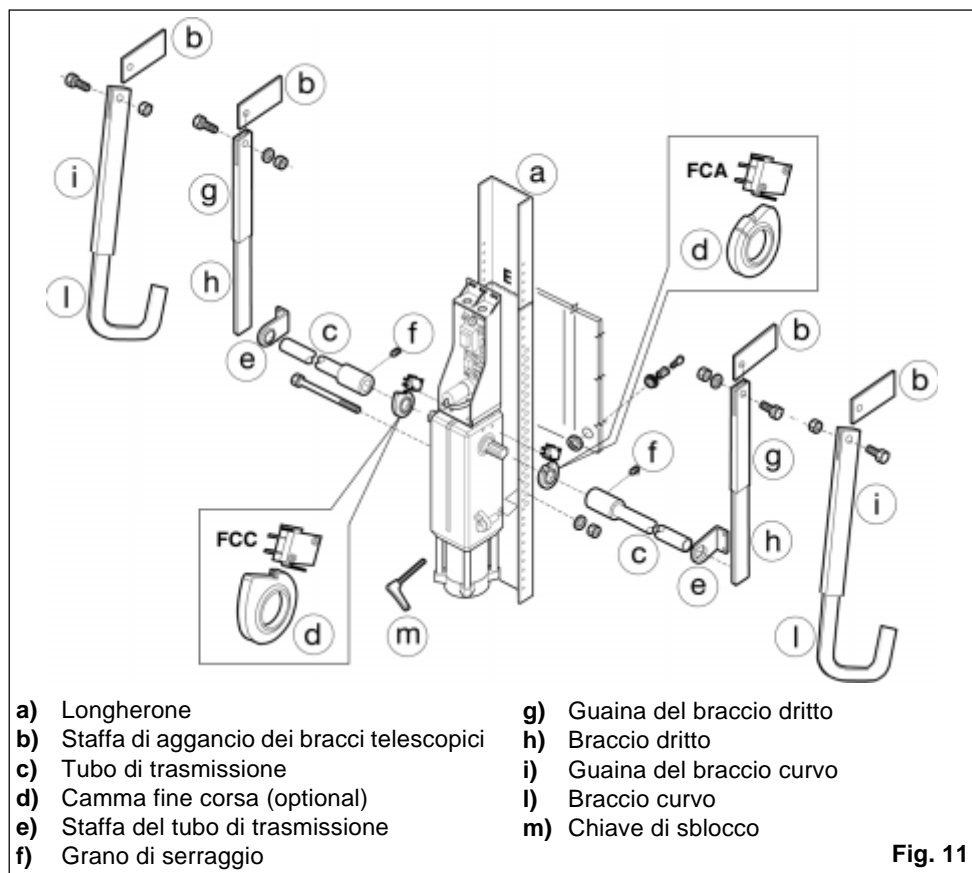

Fig. 11
3) Fissare l'operatore al longherone utilizzando la viteria in dotazione come da fig. 11.
Fissare le guaine dei bracci telescopici alle staffe utilizzando i perni e la viteria in dotazione come da fig. 11.
⊗ Se si utilizzano i finecorsa (opzionali), inserire prima le camme, come in fig. 11.
Aprire la porta fino al punto desiderato; regolare la camma fino all'attivazione del micropulsante FCA (fig. 11).
Chiudere la porta; regolare la camma fino all'attivazione del micropulsante FCC (fig. 11).